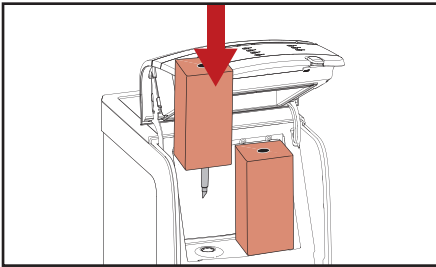

Fig. 4.1 - Placer le pack produit
4. Insérez le pack produit (fig. 4.1).